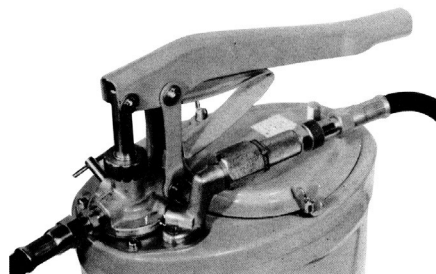

Fig.7
- 6) すべての機器への給油が終了し保管する際は、チェックバルブを緩めてポンプ・ホース内部の圧力を抜いてください。口金は汚さないようにしてニップル本体（口金掛け）に掛けておいてください。(Fig.7)